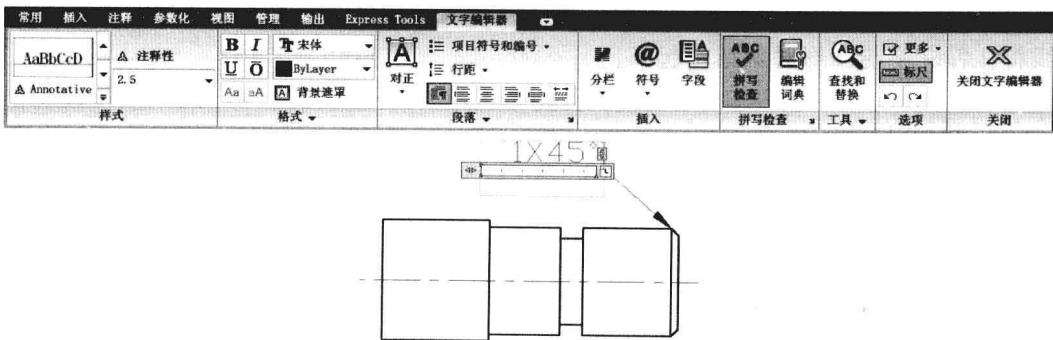

图 7-5-4
(4) 捕捉并单击倒角边的端点，确定引线箭头的位置；单击另一点，按 Enter 键。
(5) 命令行提示“输入注释文字的第一行 <多行文字(M)>”，按 Enter 键，在引线第二点附近位置显示多行文字输入框，并在功能区显示出“多行文字”选项卡各种面板按钮，输入注释的文字“1×45”，单击符号按钮@，在弹出的菜单中选择“度数”，插入符号后的效果如图 7-5-4 所示，在面板中单击“关闭”按钮，即可完成引线标注。此时引线和引线注释是两个完全独立的对象，可以分别进行修改。